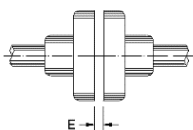

Figura 4.15: Folga axial do acoplamento (E)
Alinhar cuidadosamente as pontas de eixo e, sempre que possível, usar acoplamento flexível, deixando uma folga (E) mínima de 3 mm entre os acoplamentos, conforme mostrado na Figura 4.15.